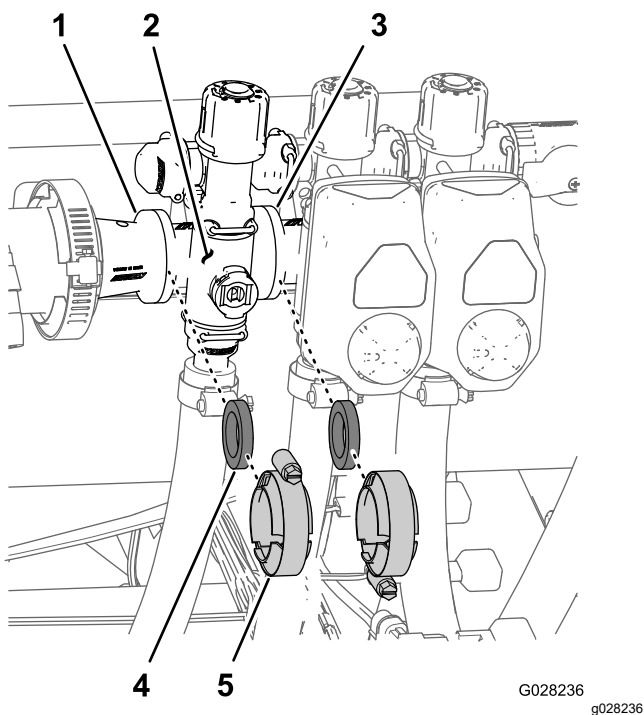

Figura 119
1. Retire as braçadeiras e as juntas que fixam o coletor para válvula de secção (Figura 119) à válvula de secção adjacente (se válvula de secção esquerda e acoplador de redução).